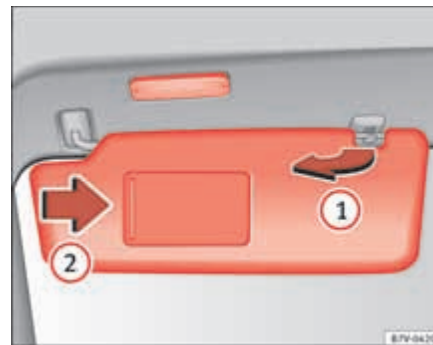

Fig. 64 Parasol.
- El parasol puede extraerse de la fijación y girarse hacia la puerta ⇒ fig. 64 ①.
En el parasol plegado hay un espejo de cortesía, cubierto por una tapa. Al correr la tapa ⇒ fig. 64 ② se enciende una luz.